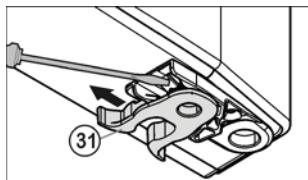

Fig. 6
- 更換彈簧線夾 Fig. 6 (31)：向下按定位橫檔，拔出橫檔上的彈簧線夾。